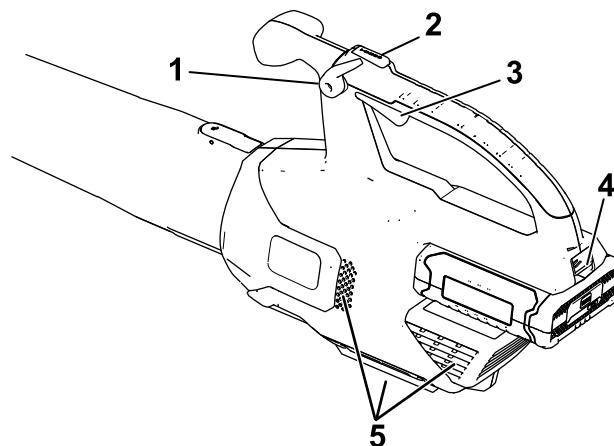

Figura 4
2. Para arrancar el soplador, apriete el gatillo de velocidad variable (Figura 4).
**Nota:** Active el bloqueo de velocidad para mantener la máquina encendida sin tener que apretar el gatillo de velocidad variable (Figura 4).
Para aumentar la velocidad del soplador, mantenga presionado el botón de potencia turbo durante el tiempo deseado (Figura 4).
Para ajustar la velocidad del aire mientras sopla, utilice el gatillo de velocidad variable (Figura 4).
Para mantener la velocidad actual del aire, active el bloqueo de velocidad (Figura 4).
Para apagar el soplador, desactive el bloqueo de velocidad (si lo está usando) y suelte el gatillo de velocidad variable (Figura 4).